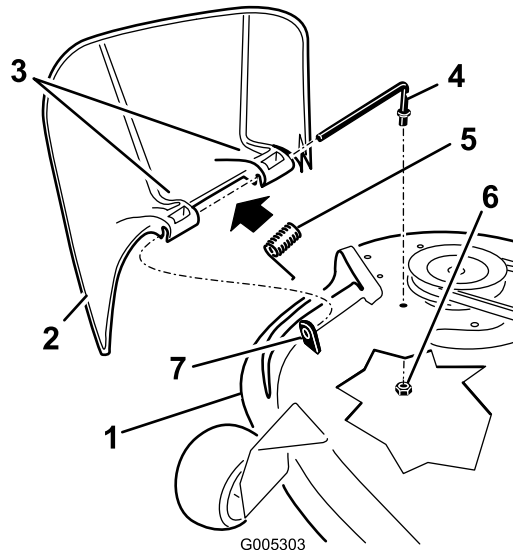

Figure 62
- Repérez les éléments illustrés (Figure 62).
- Retirez l'écrou (3/8") de la tige, sous le tablier de coupe (Figure 62).
3. Sortez la tige de la courte cheville de positionnement, du ressort et du déflecteur d'herbe (Figure 62). Enlevez le déflecteur s'il est endommagé ou usé.
4. Remettez en place le déflecteur d'herbe (Figure 62).
6. Placez le ressort sur la tige, les fils d'extrémité dirigés vers le bas, entre les supports du déflecteur d'herbe. Insérez la tige dans le deuxième support du déflecteur d'herbe (Figure 62).
7. Insérez la tige à l'avant du déflecteur dans la courte cheville de positionnement sur le tablier. Fixez l'extrémité arrière de la tige dans le tablier de coupe à l'aide d'un écrou (3/8") (Figure 62).